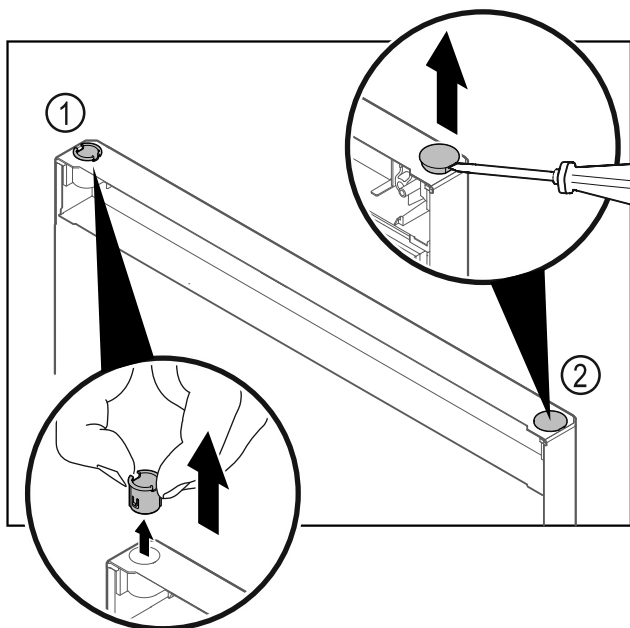

Fig. 28 Puerta del compartimiento frigorífico
- Extraer el casquillo de bisagra Fig. 28 (1) con los dedos.
- Levantar cuidadosamente el tapón Fig. 28 (2) con un destornillador para tornillos de cabeza ranurada y extraerlo.